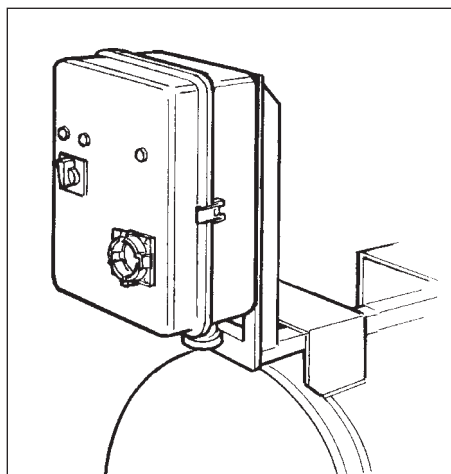

fig. 13
- riarmare la termica motore (fig. 4-5) quadro elettrico (fig. 13): deve intervenire un tecnico specializzato;